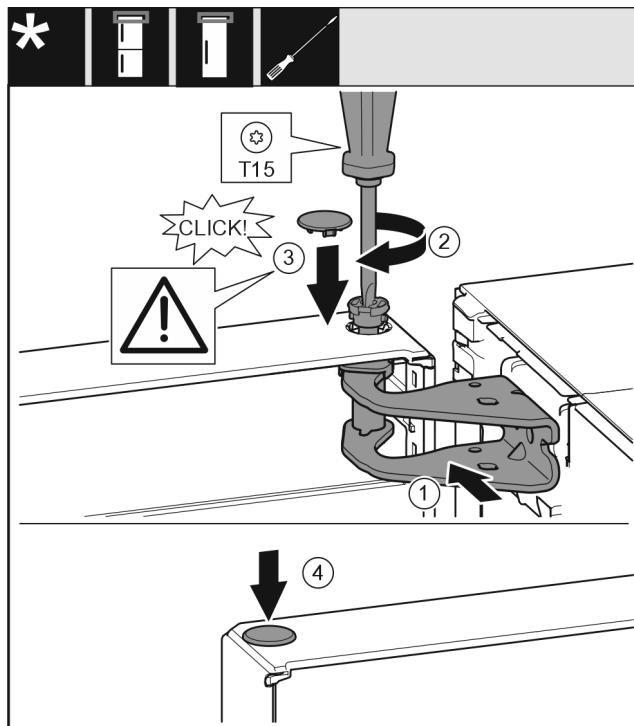

Fig. 23
- Orienter la porte en haut pour l'ouverture dans le support de palier. Fig. 23 (1)
- Insérer l'axe Fig. 23 (2) et le serrer avec un tournevis.
- Monter le cache de fixation Fig. 23 (3) pour sécuriser la porte : mettre le cache de fixation en place et vérifier qu'il repose bien sur la porte. Sinon, insérer complètement l'axe.
- Mettre le cache Fig. 23 (4) en place.